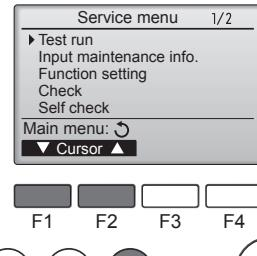

Fig. 7-1
- ① Επιλέξτε "Test run" (Εκτέλεση ελέγχου) από την οθόνη Service menu (Μενού σερβίς) και πατήστε το κουμπί [ΕΠΙΛΟΓΗ]. (Fig. 7-1)